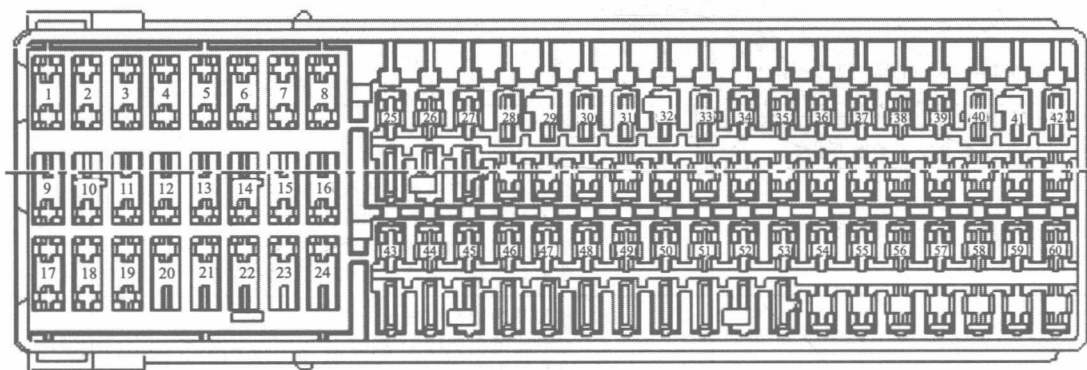

图 1-10 熔断器 SC 分布
① 仅限配备双离合器变速箱 (DSG) 的车辆。
③ 熔断器 SC 分布见图 1-10。